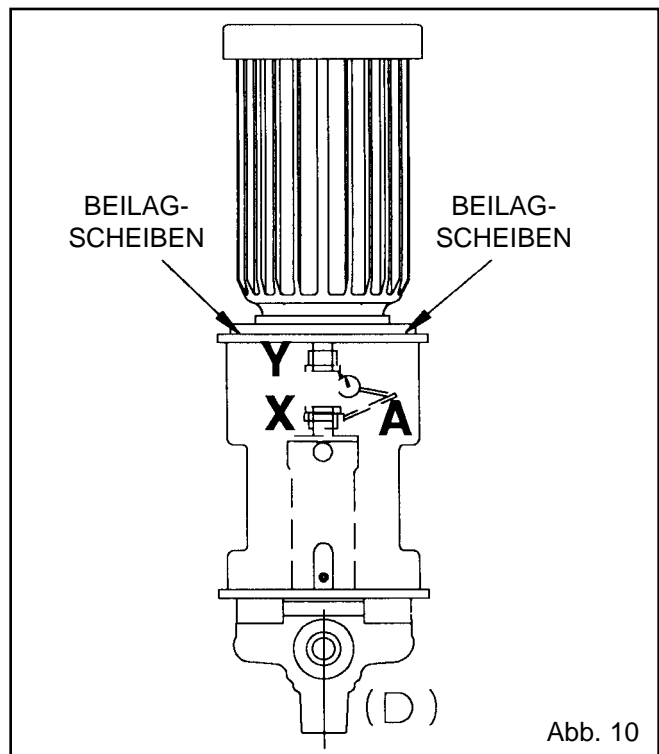

Abb. 10
5. Die Meßuhr A an der Quermittellinie (90° rechts der Saugrohrmittellinie) (3 Uhr) auf Null stellen (Abb. 10).
- 7a. **Negative Ablesung** - Die Kupplungshälften sind an der zweiten (9 Uhr) Position weiter voneinander entfernt als in der Anfangsposition (3 Uhr). Zur Berichtigung auf der 3-Uhr-Linie Beilagscheiben hinzufügen oder auf der 9-Uhr-Linie Beilagscheiben entfernen (Abb. 10).
- 7b. **Positive Ablesung** - Die Kupplungshälften sind an der Anfangsposition (3 Uhr) weiter voneinander entfernt als in der zweiten Position (9 Uhr). Zur Berichtigung auf der 9-Uhr-Linie Beilagscheiben hinzufügen oder auf der 3-Uhr-Linie Beilagscheiben entfernen (Abb. 10).